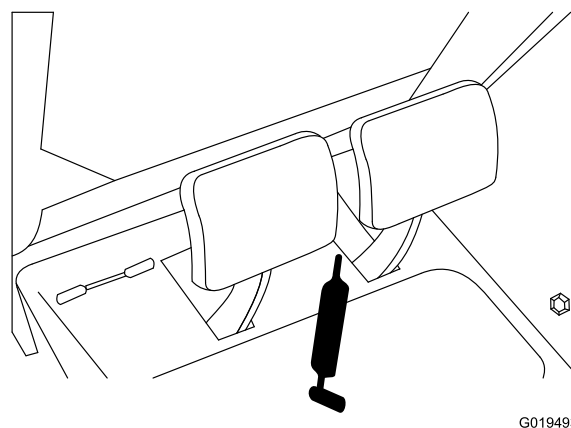

Bild 52
- Bremspedalwelle (1) (Bild 52).